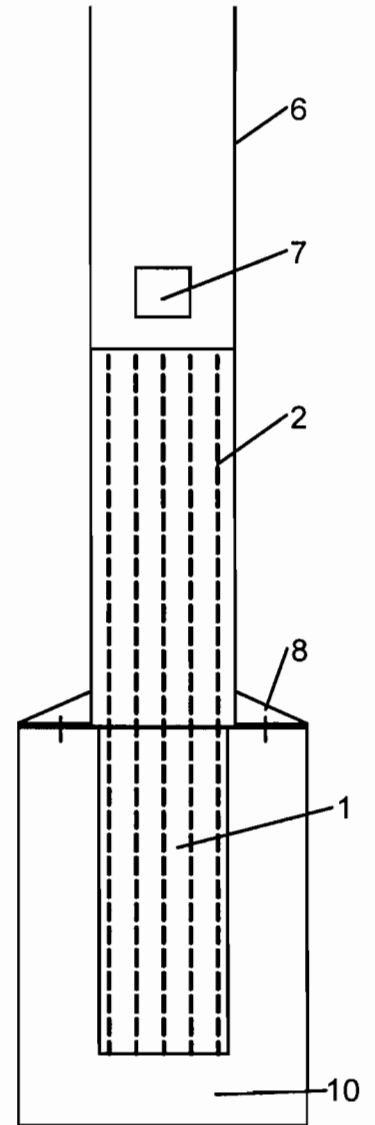

Fig. 6
suprainaltarea fundatiei existente; Fig. 6 Stalp din beton armat vibrat sau vibrat precomprimat si turnarea betonului in stalpul metalic tubular si fixarea suplimentara pe fundatia existent.
Se inlocuieste un stalp din beton vibrat sau vibrat precomprimat cu un stalp metalic tubular cu refolosirea fundatiei din beton 10 (Fig.6) existente prin urmatoarele operatii in ordine succesiva:
- pentru o rigidizare suplimentara, stalpul metalic tubular va fi prevazut cu o placa de fixare pe fundatie 9 (Fig. 6);
- se monteaza stalpul tubular metalic 6 (Fig.6) pe fundatia existenta de beton 10 (Fig.6) peste armaturile ramase ale stalpului 2 (Fig.6);
- se rigidizeaza placa de fixare 9 (Fig.6) a stalpului pe fundatia existenta;
- se ancoreaza stalpul metalic tubular 6 (Fig.6) si se toarna beton in interiorul stalpului pentru rigidizare. Betonul turnat trebuie sa fie peste nivelul armaturilor aflate in stalp. Turnarea se va realiza pe partea superioara a stalpului tubular sau printr-o fereastră de turnare 7 (Fig.6);